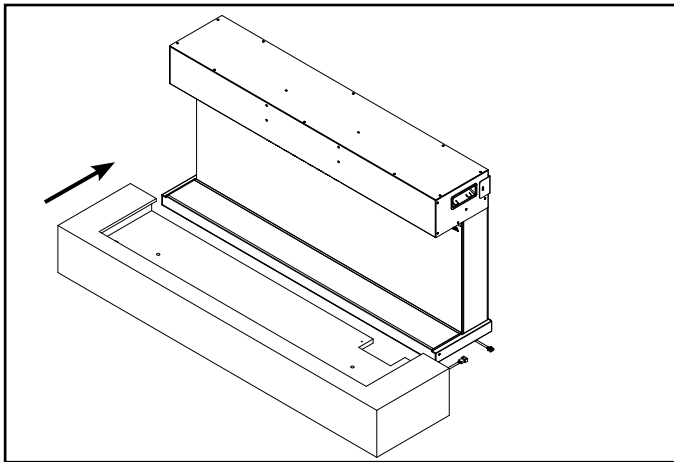

Figure 1
1. Faites glisser la partie inférieure du manteau de foyer sur l'appareil et raccordez le câble de la partie inférieure du foyer au connecteur de l'appareil qui dépasse de la partie inférieure de l'appareil (il peut arriver qu'il faille retirer la plaque de protection de la partie inférieure de l'appareil pour accéder au connecteur de l'appareil). Voir les figures 1 et 2.